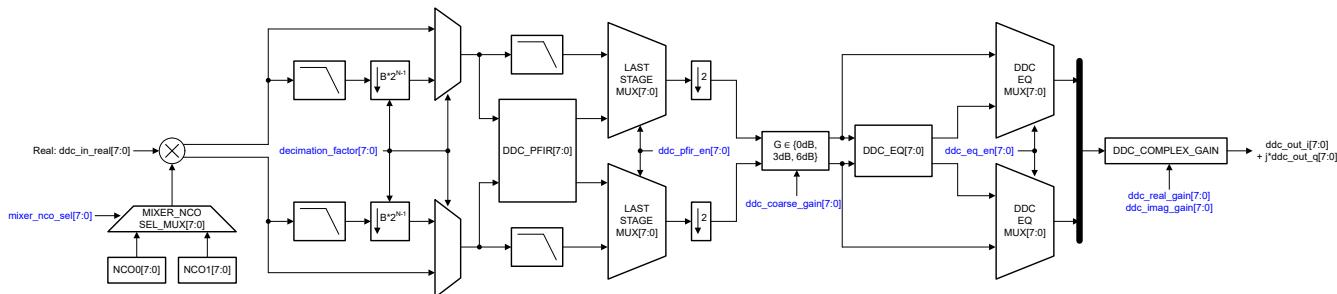

図 7-25. 複素デシメーション信号チェーン (2 のデシメーション係数 ($B = 1$))
- **実数入力による複素デシメーション**: DDC には実数入力があり、NCO と混合されて複素数出力を生成します。複素数出力は、デシメーション係数 (M) によりローパスフィルタ処理およびダウンサンプリング処理されます。このモードでの DDC ブロックの出力は複素数信号で、図 7-25 は詳細な DDC チェーンを示しています。